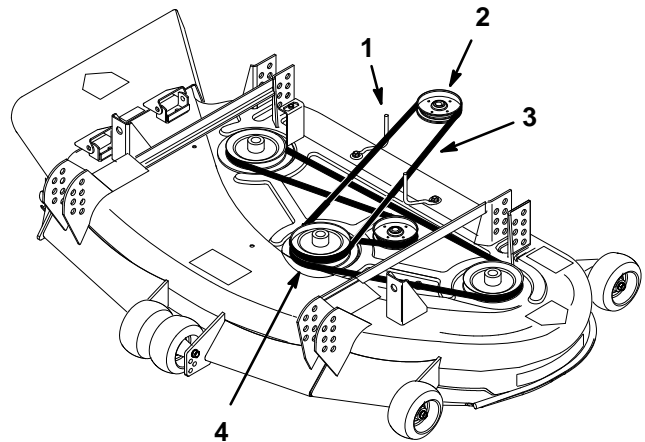

Figure 28
4. Retirer la courroie de transmission usée (Fig. 28).
5. Mettre en place la nouvelle courroie de transmission sur la poulie de transmission du tracteur, puis dans la gorge supérieure de la poulie de lame centrale (Fig. 28).